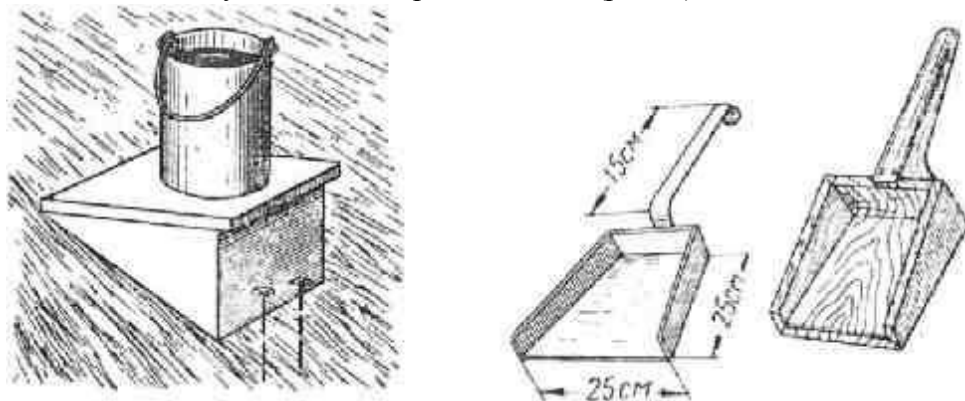

Рис. 6
9) деревянный или металлический совок (рис. 6) для по сыпки песком кровли по незастывшим еще смоле, битуму или дегтю;